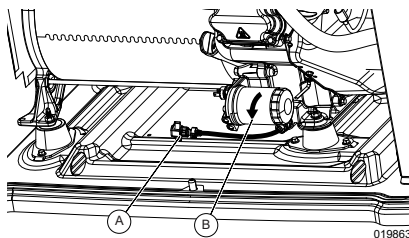
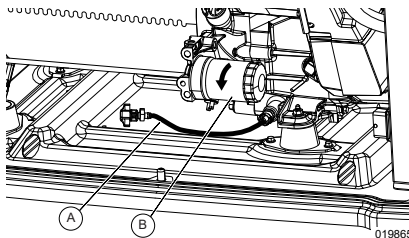
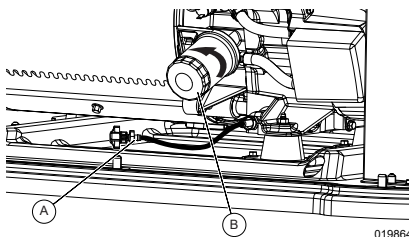

Figura 4-1. Ubicación del drenaje y filtro de aceite (10 kW)
Figura 4-2. Ubicación del drenaje y filtro de aceite (14-18 kW)
Figura 4-3. Ubicación del drenaje y filtro de aceite (22-28 kW)
5. Consulte Figura 4-1, Figura 4-2 y Figura 4-3. Retire el panel frontal cuando la unidad esté fría. Libere la manguera de drenaje de aceite (A) del clip de retención. Retire la tapa de la manguera de drenaje de aceite y deje el extremo libre en un recipiente adecuado. Vacíe el aceite.